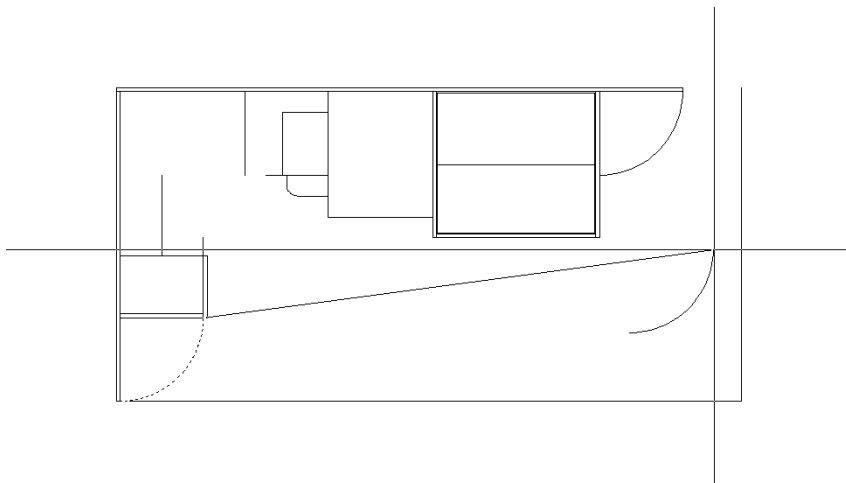

Рис. 4.51 ▼ Контур округленной полки скопирован
4. Включите режим **Конточка** (*Endpoint*) и выберите оконечную точку нижней горизонтальной линии контура задней стенки рабочей зоны. Копия дуги тут же займет свое место (рис. 4.51), а выполнение команды **Копировать** (*COPY*) продолжится.